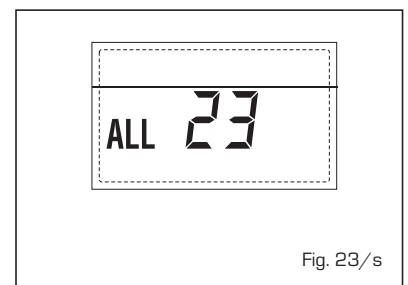

Fig. 23/s
- **ANOMALÍA AVERÍA SONDA COLECTOR SOLAR S1 "ALL 24"** (fig. 23/t)